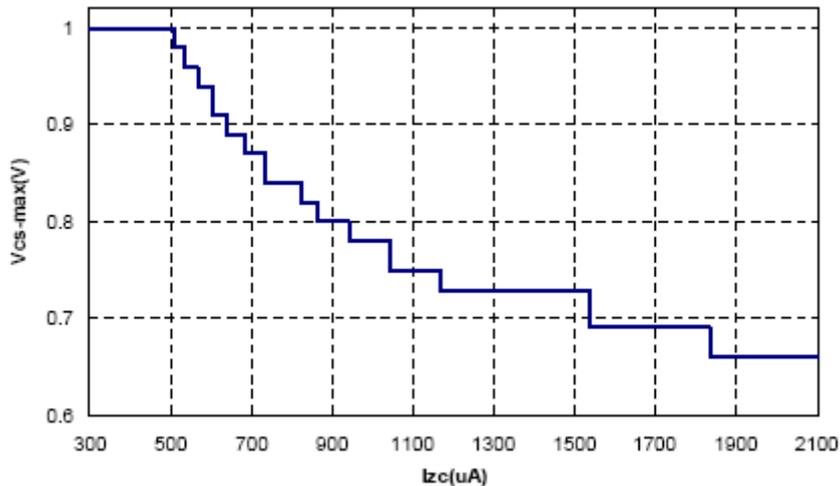

图 8 MOSFET 处于导通状态时最高电流感测极限与 ZC 电流的关系
在 (13) 中， V_{BUS_S} 是用于维持恒定的最大输出功率的电压。与 ZC 电流对应的最高电流感测电压如图 8 所示。